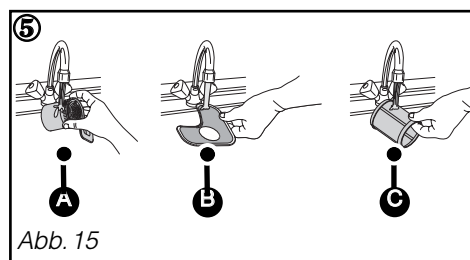

Abb. 15
⑤ Die Filter **A**, **B** und **C** sorgfältig unter fließendem Wasser reinigen (Abb. 15).